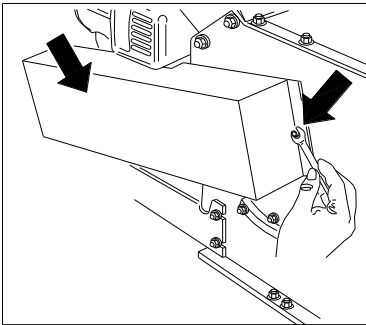

Fig. 17
- Démontér le carter des courroies de transmission comme indiqué fig. 17.